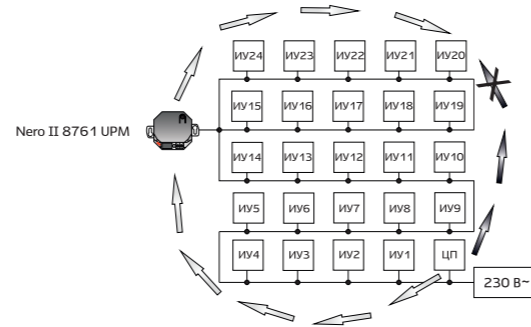

Рис. 6 - Пример реализации режима ретрансляции по сети ~230 В
4. Установить на транскодере Nero II 8761 UPM режим 5 (рис. 6).